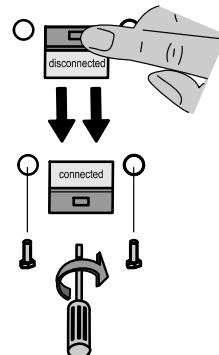

Рисунок 3. Подключение разъемов внутренней батареи
3. Сдвиньте разъем батареи таким образом, чтобы вы могли прочитать **Connected** (см. Рисунок 3).